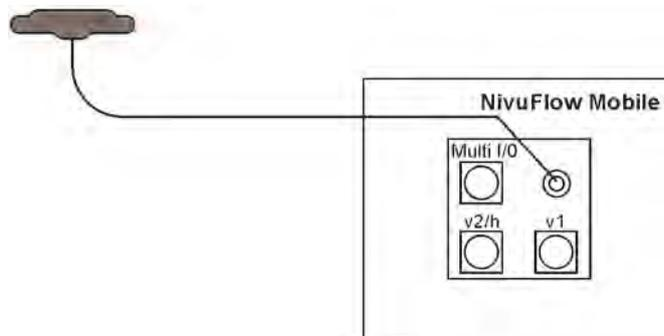

Fig. 28-1 Raccordement de l'antenne GPRS
1. Branchez le câble d'antenne dans la prise de l'appareil (Fig. 28-1) et serrez so- lidement (à la main).